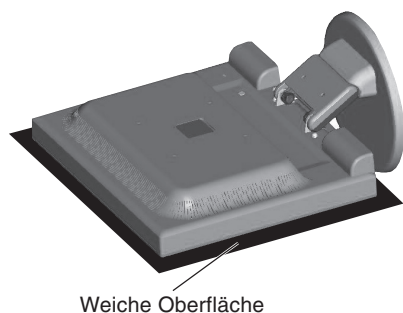

Abbildung R.1
2. Legen Sie den Monitor mit der Vorderseite nach unten auf eine weiche Oberfläche (**Abbildung R.1**).